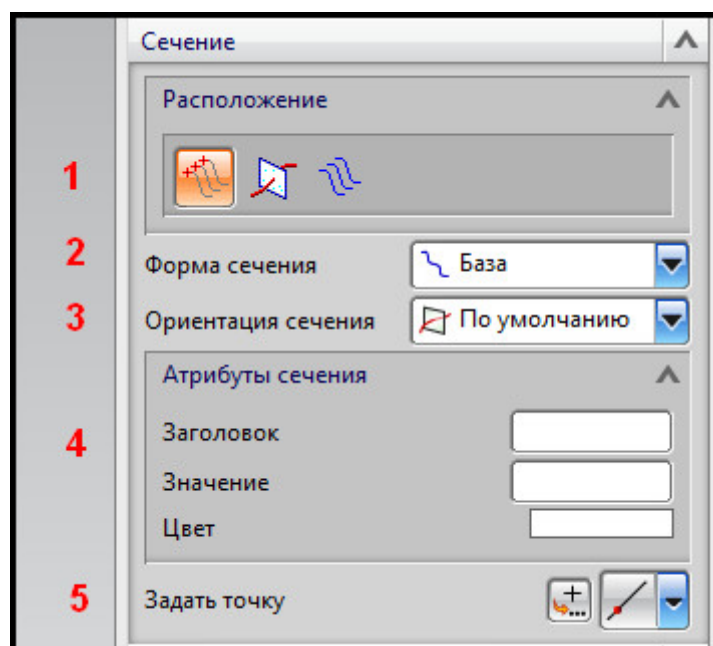

Рис. 5.47. Раздел Сечение
- Раздел **Сечение** содержит следующие элементы (рис. 5.47):